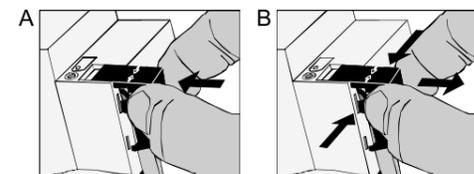

Bild 9: Abdeckkappe
- Abdeckkappe über die Busklemme schieben (Bild 9 A), bis sie einrastet.
- Abdeckkappe seitlich drücken und abziehen (Bild 9 B).